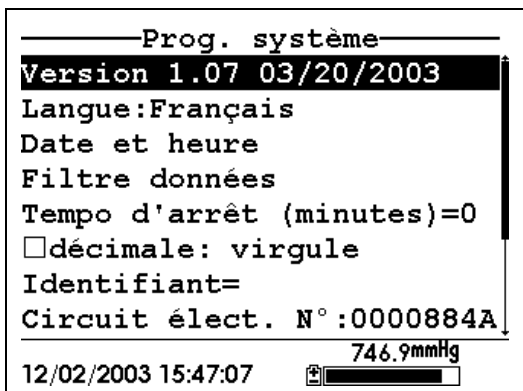

Figure 10.2 Ecran de programmation du système
2. Utilisez les touches à flèches pour positionner le curseur sur le choix **Date & Heure** dans l'écran programmation du système. Reportez vous à la Figure 10.2 Ecran de programmation du système.
2. Utilisez les touches à flèches pour positionner le curseur sur le choix AutoExtinction/**Shutoff time** dans l'écran de programmation du système. Reportez vous à la Figure 10.2 Ecran de programmation du système.
2. Utilisez les touches à flèches pour positionner le curseur sur le choix **Virgule décimale** dans l'écran de programmation du système. Reportez vous à la Figure 10.2 Ecran de programmation du système.
2. Utilisez les touches à flèches pour positionner le curseur sur le choix **Unités du baromètre** dans l'écran programmation du système. Reportez vous à la Figure 10.2 Ecran de programmation du système.
4. Utilisez les touches à flèches pour positionner le curseur sur le choix **Calibrer le baromètre**. Reportez vous à la Figure 10.2 Ecran de programmation du système.